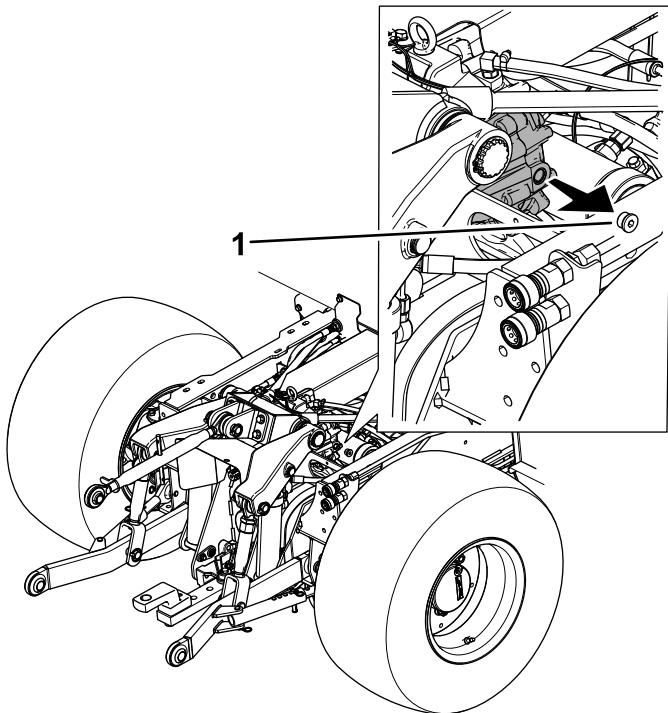

図 107
2. 後 PTO ギアボックスの目視点検窓のプラグを外す図 107。